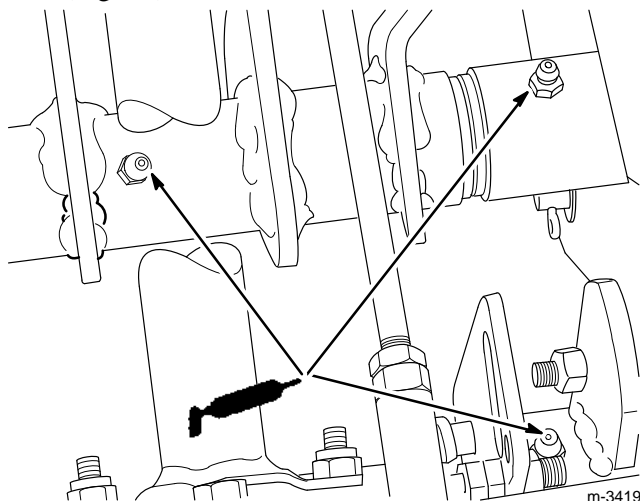

Figure 34
4. Lubrifier les trois graisseurs (Fig. 34).